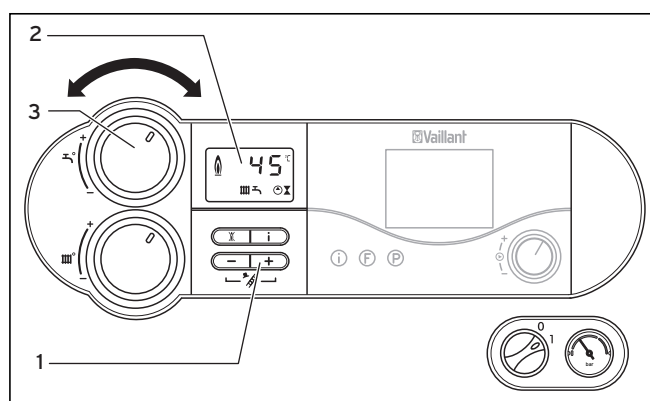

Fig 4.6 Indstilling af beholdertemperaturen
Hvis vandets temperatur kommer under den indstillede beholdertemperatur, starter kedlen automatisk og varmer beholderen op. Mens beholderen opvarmer, blinker visningen  på displayet (2), se fig.4.6.